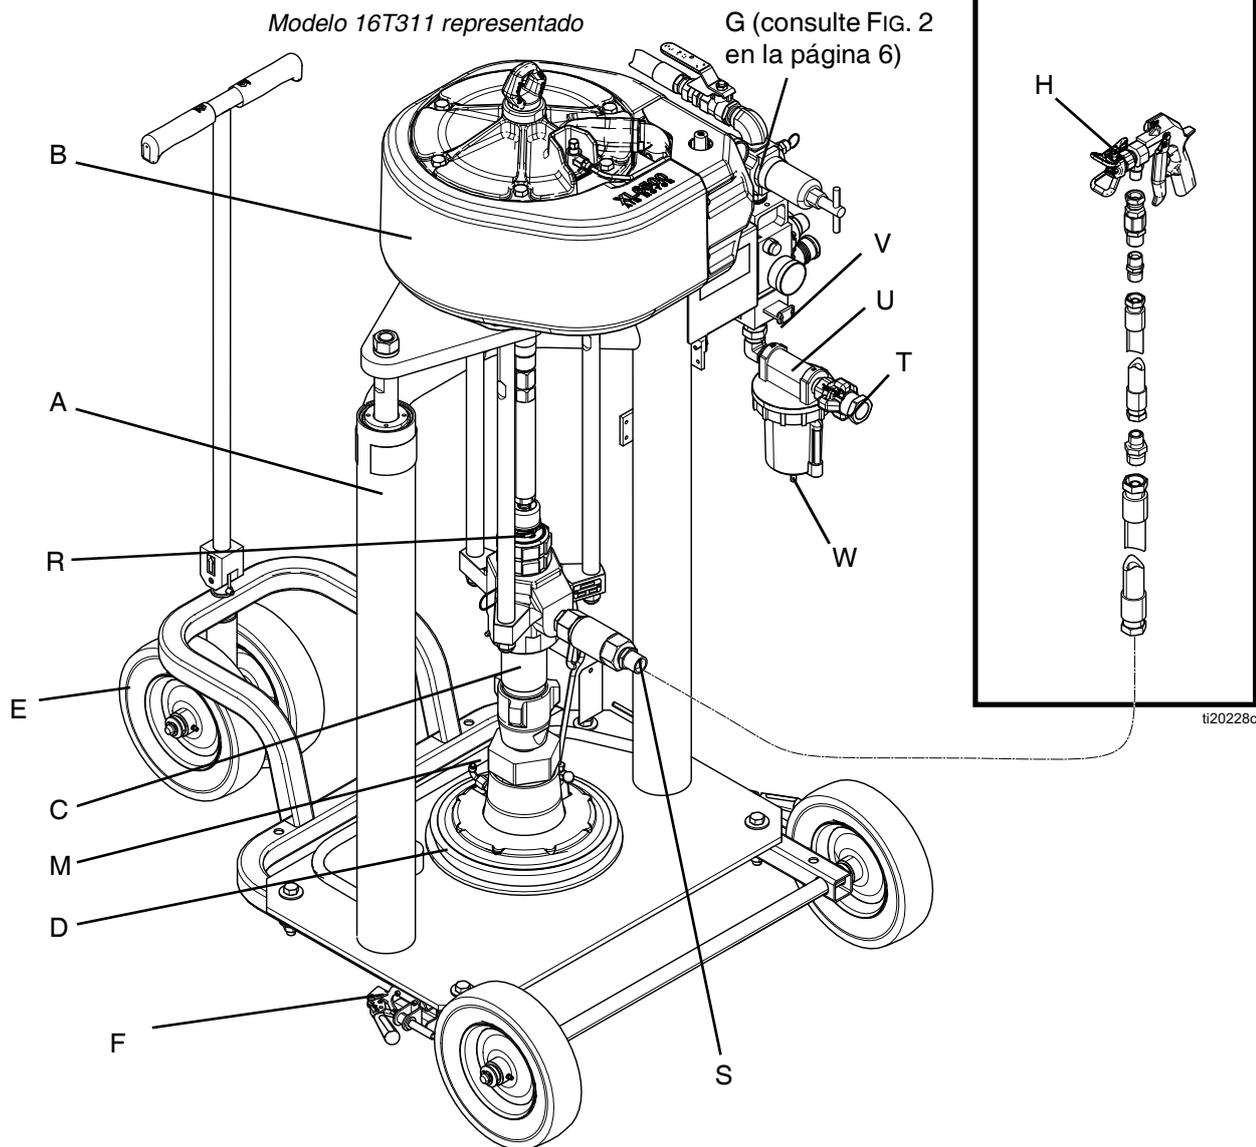

FIG. 1
Consulte FIG. 1 en la página 5.
3. Conecte la tubería de aire de la fuente de aire en la entrada de aire del sistema Consulte FIG. 1. Use una manguera de suministro capaz de satisfacer el caudal necesario.